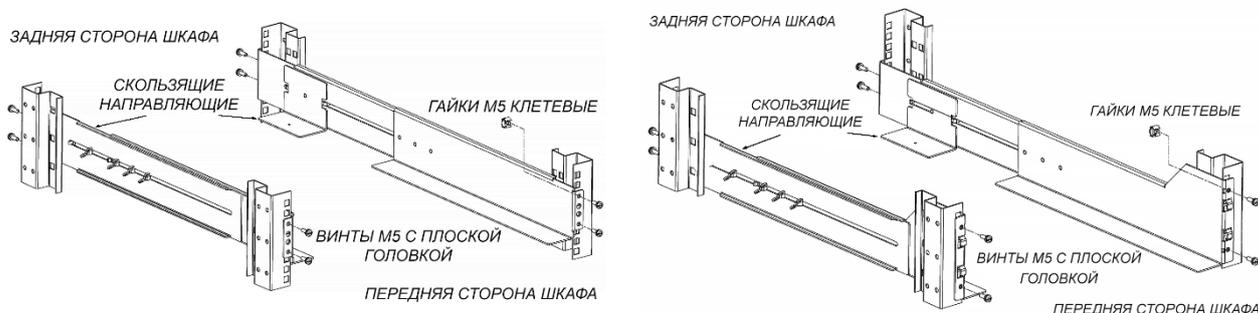

Рис.2 Установка рельс высотой 2U и 3U
4. Раздвиньте скользящие части рельс и вставьте рельсы в шкаф таким образом, чтобы передние и задние крепёжные уголки рельс немного выступали за перфорированные стойки шкафа как показано на Рис.2.